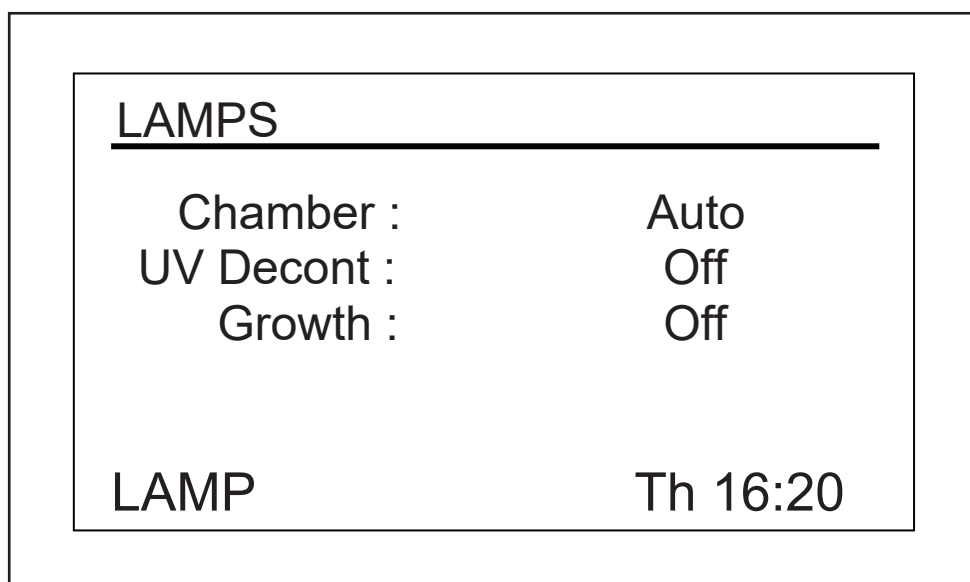

Fig. 9-6: Tela Lamps
Nesta tela (aqui Fig. 9-6 na pág. 56), pode ligar e desligar a lâmpada da câmara (*Chamber*), a lâmpada UV germicida opcional (decontamination) (*UV Decont*) e as lâmpadas fotossintéticas de crescimento opcionais (*Growth*). *On* significa que a luz está sempre ligada e *Off* significa que a luz está sempre desligada, exceto se adicionar programação adicional. (aqui *Programando o agitador na pág. 60*)
A configuração atual estará intermitente (na tela exemplo, usaremos a luz *Chamber* como exemplo (aqui Fig. 9-6 na pág. 56)).
2. Rode o botão para a esquerda ou direita até aparecer o configuração de modo pretendida (*Auto* neste exemplo (aqui Fig. 9-6 na pág. 56)).